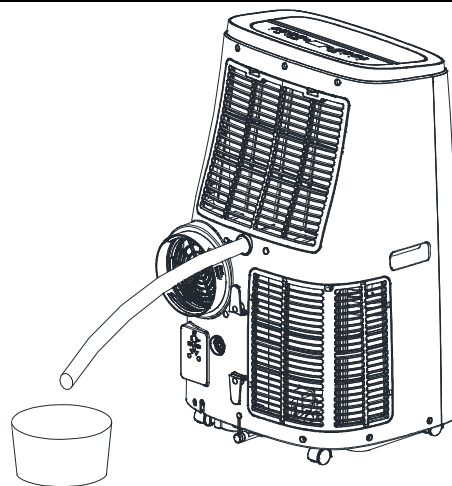

Fig.5
- Drainage continu (uniquement en mode déshumidification): retirez le bouchon en caoutchouc situé au bas de l'appareil et connectez un tuyau de drainage à l'ouverture. Laissez l'eau s'écouler dans un récipient (fig.5).